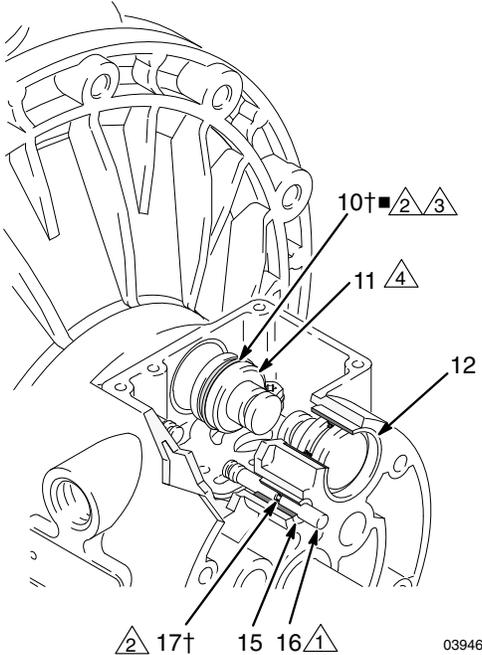

図 8
4. 軸受 (12) から 2 本の作動装置ピストン (11) を引き抜きます。ピストンから U カップのパッキン (10) を外します。軸受 (15) からパイロットピン (16) を引き抜きます。パイロットピンから 0 リング (17) を外します。図 8 を参照してください。
6. 軸受 (12、15) を取り付けたままで点検します。図 8 を参照してください。軸受にはテーパが付いています。損傷していた場合には、外側から外す必要があります。そのためには、液体セクションを分解する必要があります。22 ページを参照してください。
4. パイロット・ピン (16) ごとに O リング (17+) を取り付けます。ピンと O リングにグリースを塗ります。ピンを 細い側 を先にしてベアリング (15) に挿入します。図 8 を参照してください。
5. アクチュエータピストン (11) ごとに U カップパッキング (10+) を取り付けます。パッキングのリップをピストンの 細い側 に向けます。図 8 を参照してください。
6. U カップパッキング (10+) と作動装置ピストン (11) に潤滑剤を差します。アクチュエータピストンを 太い側 を先にしてベアリング (12) に挿入します。ピストンの細い側が見えるようにしておいてください。図 8 を参照してください。